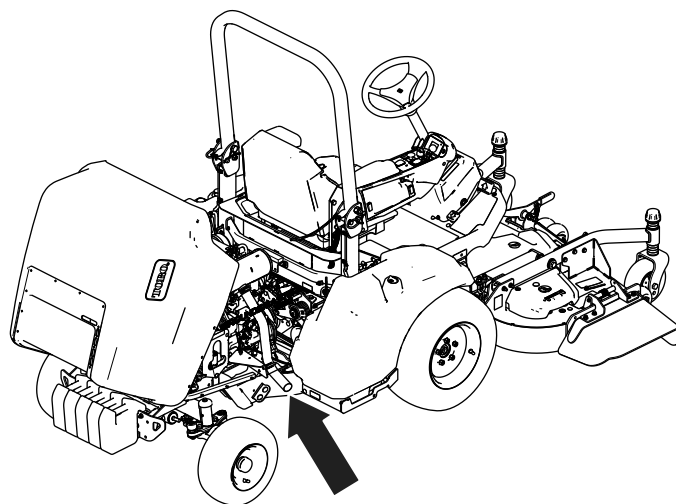

Figura 5
1. Levante el capó (Figura 5).